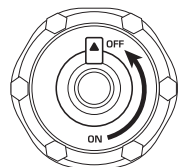

Abb. 4
6. Lassen Sie den Generator nach dem Stoppen vollständig abkühlen und schließen Sie die Entlüftungsbffnung am Tankdeckel (auf „OFF“ stellen, wie in Abb. 4 gezeigt)